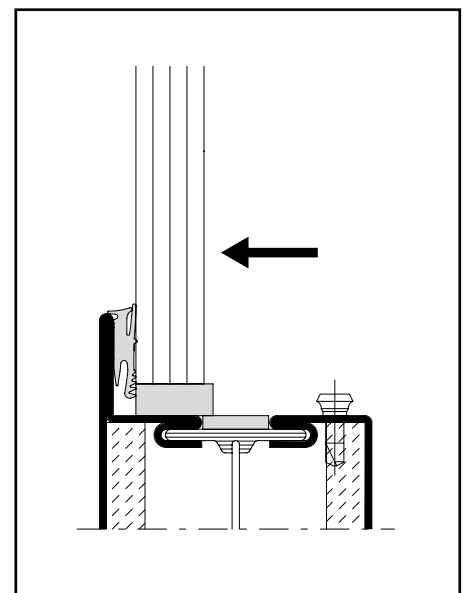

Abb. 15 / Fig. 15 / Fig. 15
- Glaselement einsetzen, in Richtung Anlagedichtung drücken und verlotzen (Abb. 15).
- Poser le vitrage en pressant en direction du joint et le caler (fig. 15)
- Insert the glazing element, press in the direction of the glass contact weatherstrip and insert pads (Fig. 15).